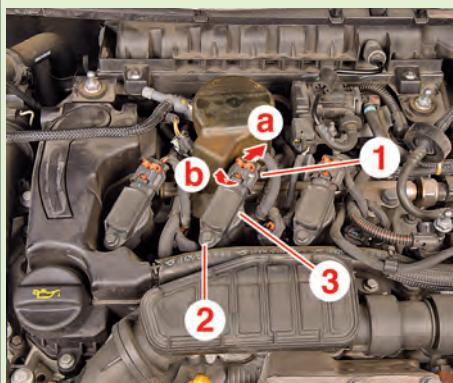

Fig.1
- Débrancher le connecteur (1) (Fig.1) :